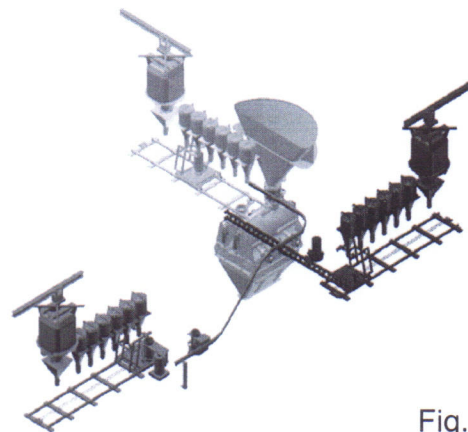

Fig. 4
- diverse possibilità di collocazione (Fig. 4). Per ottimizzare i tempi di processo collocazione il più vicino possibile alla fase di processo successiva.